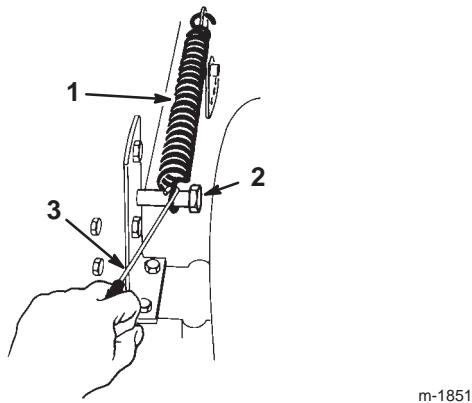

Figure 32
- 9.** Décrochez le boulon de fixation du ressort compensateur de hauteur de coupe (Fig. 32), à l'aide du crochet fourni avec le tracteur.